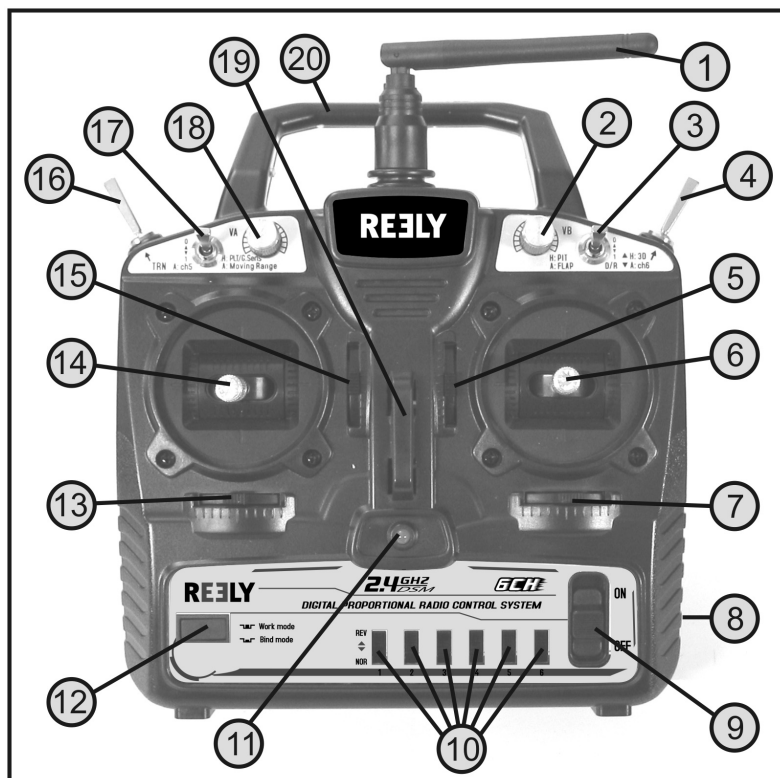

Figure 1
Orientez l'antenne de l'émetteur (voir figure 1, n° 1) vers le côté en veillant à ce que l'antenne soit perpendiculaire à la ligne entre la télécommande et le modèle réduit. Vous obtenez ainsi la meilleure transmission de signaux.
Une fois les accus ou nouvelles batteries chargés, vérifiez la position des interrupteurs à bascule. Tous les interrupteurs doivent être en position avant « 0 ». Le levier de commande pour la fonction de pas (voir fig. 1, pos. 14) doit être poussé dans la position la plus basse.
Allumez enfin l'émetteur à l'aide de l'interrupteur Marche/Arrêt (voir fig. 1, pos. 9). Pour ce faire, faites coulisser l'interrupteur de la position basse « OFF » vers la position haute « ON ». L'indicateur à DEL vert (voir fig. 1, n° 11) vous signale que l'alimentation électrique de l'émetteur est suffisante.
Si l'affichage à DEL s'allume en vert après la mise en marche puis clignote en rouge toutes les 4 secondes, ceci indique que l'interrupteur à bascule du réglage 3D (voir fig. 1, pos. 4) n'est pas dans la bonne position. Dans ce cas, le moteur d'entraînement ne démarre pas si la batterie de propulsion est raccordée à l'hélicoptère et si le levier de commande pour la fonction de pas est poussé vers l'avant.
Si l'affichage à DEL scintille brièvement en rouge, ceci indique que l'interrupteur pour la fonction d'appairage a pu être actionné involontairement (voir fig. 1, pos. 12). Eteignez dans ce cas l'émetteur immédiatement, désactivez l'interrupteur, puis remettez l'émetteur en marche.